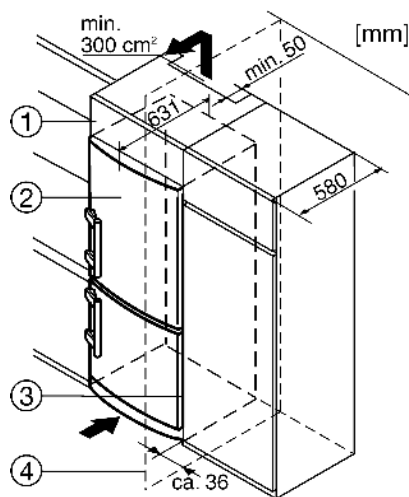

Fig. 9
- (1) Дополнительный шкафчик
- (2) Устройство
- (3) Кухонный шкаф
- (4) Стенка
Устройство может быть окружено предметами кухонной обстановки. Чтобы уравнивать устройство *Fig. 9 (2)* по высоте с кухонной стенкой, можно установить над устройством соответствующий дополнительный шкафчик *Fig. 9 (1)*.
При комбинировании с обычными кухонными шкафами (глубина макс. 580 мм) устройство можно установить непосредственно рядом с кухонным шкафом *Fig. 9 (3)*. Дверца устройства выступает по сторонам на 34 мм и по центру устройства на 50 мм относительно передней стенки кухонного шкафа. Поэтому ее можно свободно открывать и закрывать.
Если устройство установлено на шарнирах у стены *Fig. 9 (4)*, то расстояние между устройством и стеной должно быть не менее 36 мм. Настолько выступает ручка при открытой дверце.